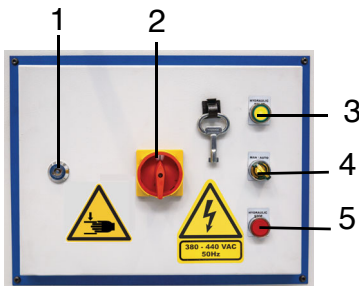

Abb. 7: Elektrobox mit Anzeigen
Schritt 2: Den Hauptschalter (Abb. 7: Pos. 2) an der Elektrobox von „0“ auf „1“ stellen.
Schritt 4: Den Schalter für den Betriebsmodus (Abb.7: Pos.4) auf MAN stellen. Sie befinden sich nun im Betriebsmodus MANUELL/HAND.
Schritt 4: Zur Nutzung der Betriebsart AUTO muss die Maschine betriebsbereit sein. Gehen Sie dazu die Schritte 1 bis 3 durch. Ist die Maschine bereits betriebsbereit, erreichen Sie durch das Umschalten des Betriebsartwahlschalters (Abb. 7: Pos.4) auf die Stellung AUTO den AUTO-Modus. Mit dem rechten bzw. linken Pedal wird der Schlitten bewegt. Mit Freigabe des Pedals bleibt der Schlitten in der aktuellen Position stehen. Durch betätigen des rechten Pedals fährt der Biegekopf bis zum eingestellten Verfahrenspunkt (Umkehrpunkt) in Richtung Arbeitsposition. Durch betätigen des linken Pedals fährt der Biegekopf bis zum eingestellten Verfahrenspunkt (Umkehrpunkt) in Richtung Grundstellung.